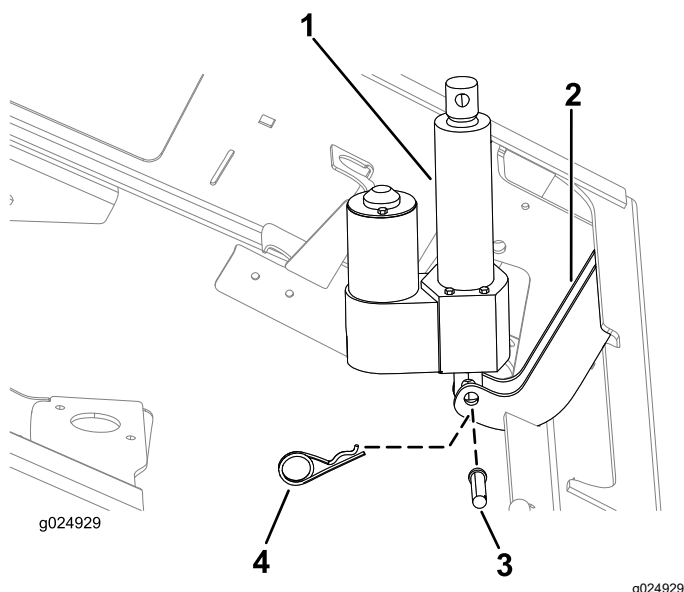

Bild 9
1. Fluchten Sie das Loch in der unteren Befestigungsstelle für den Hubaktor mit den Löchern in den Chassisbefestigungshalterungen aus (Bild 9).
2. Befestigen Sie den Hubaktor mit dem Lastösenbolzen (2¼") und dem Splint an den Chassisbefestigungshalterungen (Bild 9).